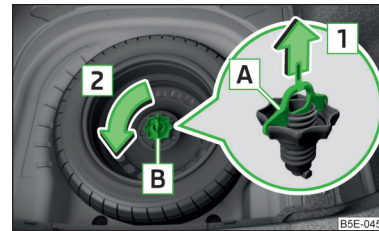

Abb. 333
Das Rad befindet sich in einer Mulde unter dem Bodenbelag im Gepäckraum und ist mit einer Sicherungsschraube **B** befestigt » Abb. 333.
- › Die Sicherung **A** in Pfeilrichtung **1** herausziehen » Abb. 333.
- › Die Sicherungsschraube **B** entgegen der Pfeilrichtung **2** einschrauben » Abb. 333.